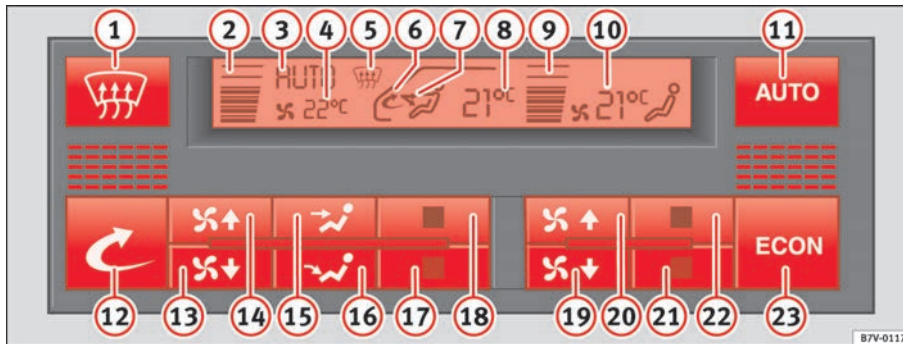

Abb. 120 In der Instrumententafel: Bedienelemente Climatronic
- Mit den Tasten ⇒ Abb. 120 (21) und (22) wird die Temperatur gewählt und bleibt gespeichert, bis eine andere Temperatur gewählt wird.